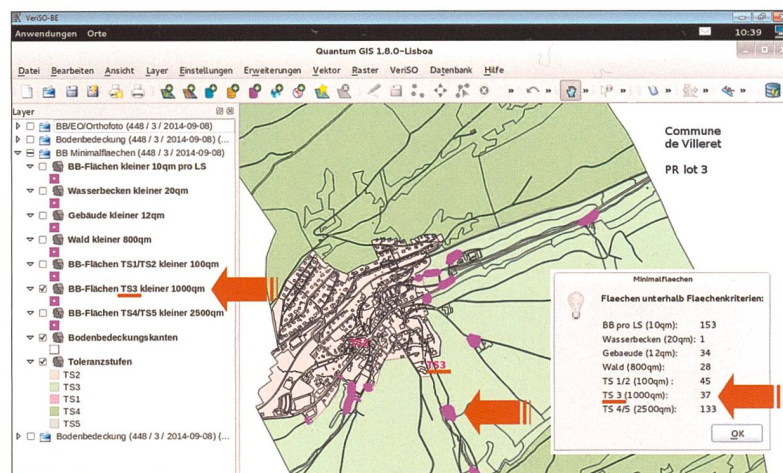

Figure 2:
- Tests par intersection de couches (voir figure 2)